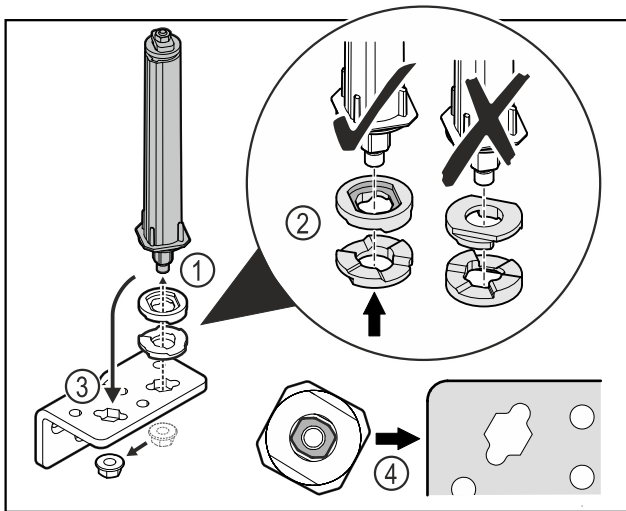

Fig. 36
- ▶ Desserrer l'écrou et retirer le système de fermeture de porte Fig. 36 (1).
- ▶ Veiller à ce que les rondelles de réglage de la hauteur soient correctement orientées Fig. 36 (2).
- ▶ Mettre le système de fermeture de la porte dans l'autre trou de l'équerre de charnière et le fixer avec l'écrou Fig. 36 (3).
- ▶ Lors de la mise en place, veiller à bien orienter le système de fermeture de porte Fig. 36 (4).